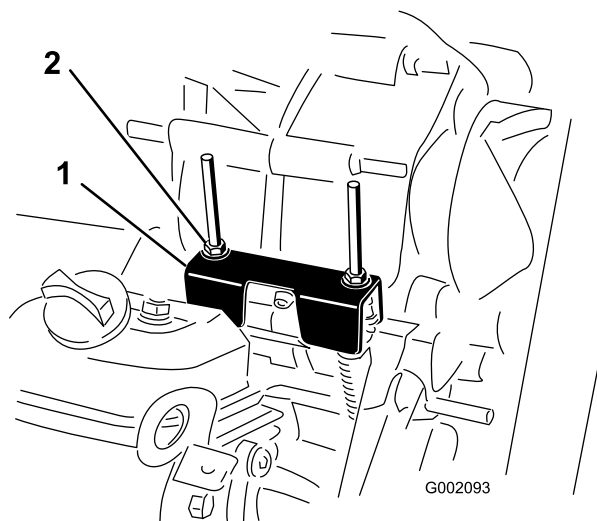

Figura 59
Para realizar operaciones de mantenimiento de rutina y/o diagnósticos del motor, debe ponerse el transeje en punto muerto (Figura 59). El selector de marchas de la máquina dispone de una posición de Punto muerto, que controla el punto muerto del transeje. Deben tomarse las siguientes medidas para asegurarse de que la palanca de cambios acciona correctamente el punto muerto del transeje:
2. Asegúrese de que la pletina de punto muerto está en posición de PUNTO MUERTO (nivelada respecto al soporte de montaje del cable situado debajo del soporte del cambio de marchas) girando el embrague arrastrado (Figura 59).
3. Apriete una de las contratuercas (Figura 59) para obtener un espacio de 0,76–1,52 mm.